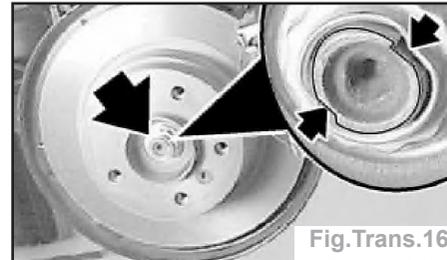

Fig. Trans. 16
- Introduire la vis (3) avec du produit de freinage Loctite 273 et la serrer au couple.
- Détacher l'écrou à embase (Fig. Trans. 16).
- Remplacer l'écrou à embase, le serrer au couple et le mater sur le méplat (Fig. Trans. 16).